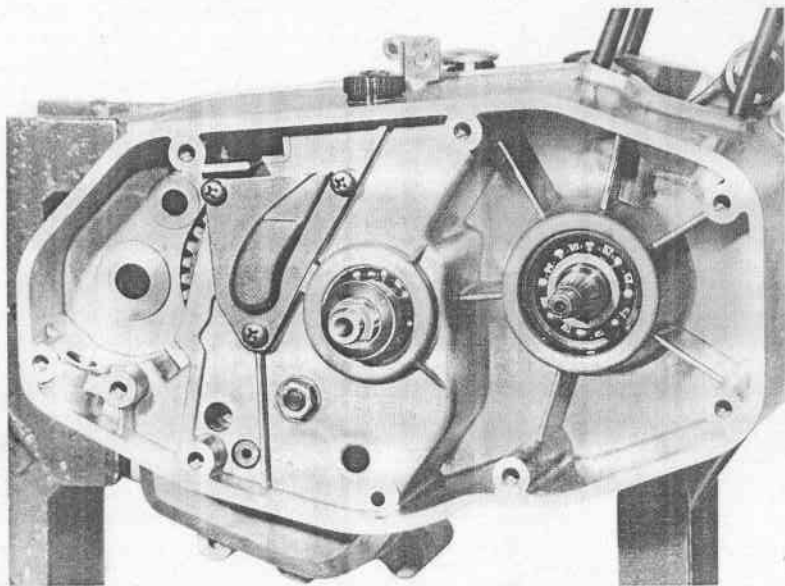
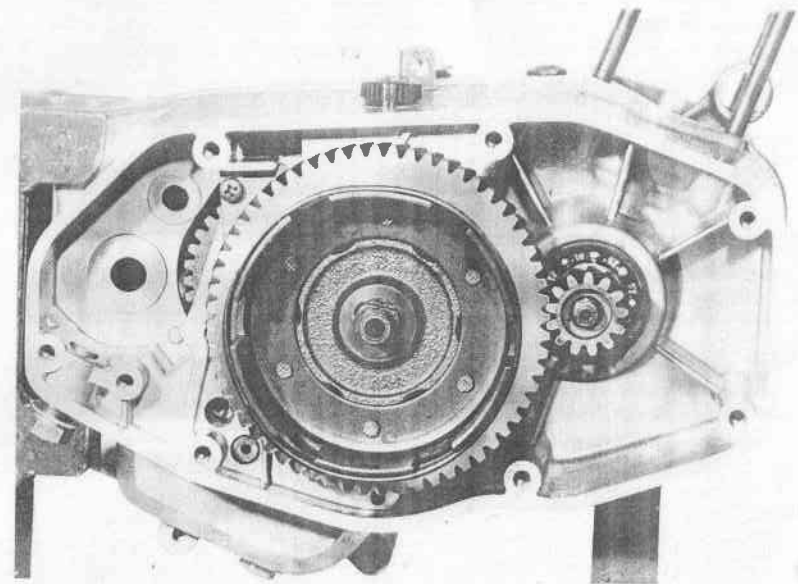

Fig. 34 - Semicarters uniti
Fig. 35 - Montaggio coppia Ingranaggi frizione
- Rimuovere l'ingranaggio frizione dall'albero. Una rondella di rasamento, è montata fra il «disco porta colonnette» e l'ingranaggio. In quasi tutti i motori, si trova una rondella di rasamento anche dietro l'ingranaggio frizione, con la funzione di ottenere l'allineamento tra l'ingranaggio ed il pignone motore (fig. 34). Le rondelle di rasamento possono avere i seguenti spessori: 0,2-0,4-0,6-0,8 mm. E' consigliabile prendere nota, per evitare di invertire le rondelle nell'operazione di montaggio.
— Inserire poi i tre grani di riferimento negli appositi fori e montare le viti di unione dei semicarters. Assicurarsi che le viti sporgano a sufficienza, circa 16 mm, dalla sommità della testa vite alla battuta sul semicarter, invertendole se necessario, fino al completo soddisfacimento di questa condizione; avvitarle quindi, a fondo tutte le viti. Terminata questa operazione, è consigliabile accertarsi una seconda volta, che l'albero motore, gli alberi del cambio e l'albero selettore ruotino liberamente. In caso contrario, le cause vanno ricercate nella non esatta rondella di rasamento, oppure i cuscinetti non sono stati spinti a fondo nella loro sede, e quindi è necessario aprire i semicarters per effettuare questi controlli. Se qualche albero invece presenta un gioco assiale eccessivo, manca una rondella di rasamento sull'albero o è di spessore inferiore al necessario. Sull'albero motore, è ammesso un gioco assiale da 0,05 mm. a 0,1 mm. fra i due cuscinetti; il gioco eccessivo può essere limitato con l'uso di rondelle di rasamento di spessore fisso 0,1 mm. (Fig. 34)
Nel montare l'ingranaggio frizione, accertarsi di porre la rondella di rasamento dietro ad esso, generalmente di spessore 0,6 mm., per avere un giusto allineamento dell'ingranaggio col «pignone motore» (fig. 34). Qualora sia necessario cambiare gli ingranaggi, è sempre consigliabile sostituirli accoppiati, per ragioni di funzionamento e silenziosità. Nel montare i nuovi ingranaggi, assicurarsi che esista un minimo di gioco nel punto di accoppiamento dei denti (fig. 35).